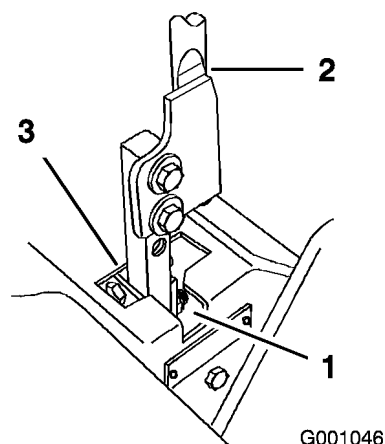

Figure 52
- Placez le levier au point mort, sans le verrouiller (Figure 52).
7. Vérifiez la position du levier par rapport au cran de la console (Figure 52). Il doit être centré de façon à pouvoir pivoter vers l'extérieur jusqu'à la position de verrouillage du point mort.